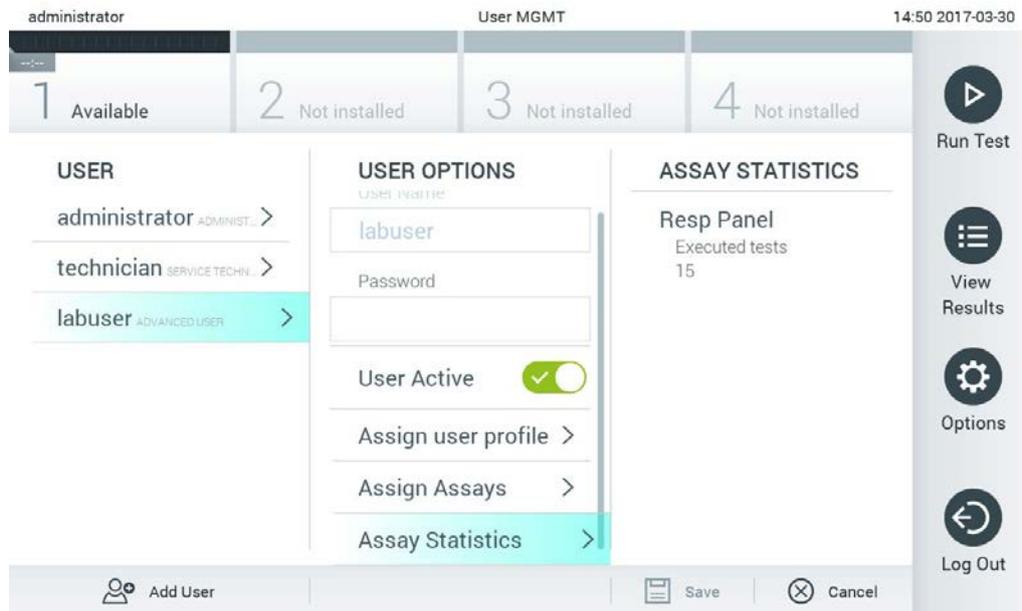

Figura 56. Visualización de estadísticas de ensayos.
- Assay Statistics (Estadísticas del ensayo): muestra el número de veces que el usuario seleccionado realizó un ensayo (figura 56).